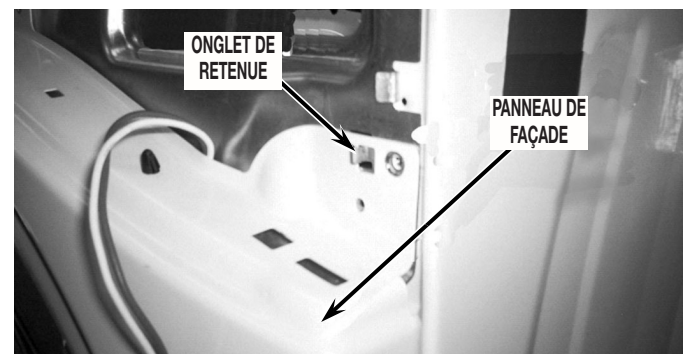

FIGURE 9
9. Séparer le panneau de façade de la sècheuse : soulever le panneau et dégager les onglets de retenue (un de chaque côté) – voir la *Figure 9*.